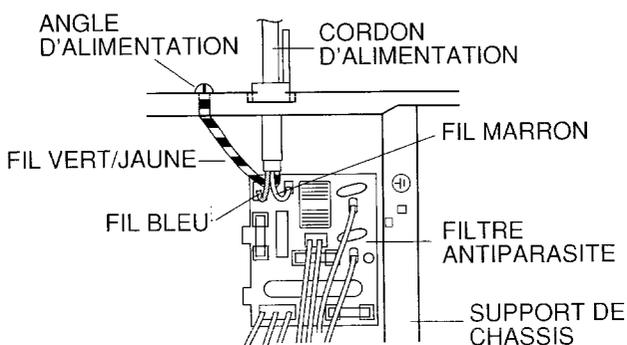

Figure C-2 (a) Remplacement du cordon d'alimentation
1. Insérer la butée de cordon de montage du cordon d'alimentation dans le trou carré de la plaque arrière, en se référant à la figure C-2 (b).
2. Installer le fil conducteur de mise à la terre du cordon d'alimentation à la plaque supérieure de la cavité à l'aide d'une (1) vis et serrer la vis.